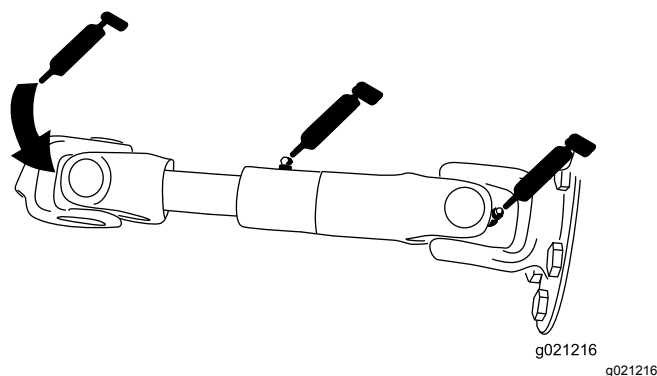

Figura 64
- Veio propulsor da bomba (3) (Figura 64)